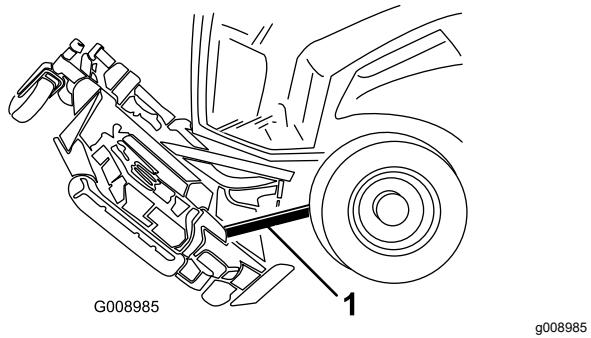

Bild 104
6. Schieben Sie ein Holz zwischen die Rückseite des Mähwerks und die Maschine (Bild 104).